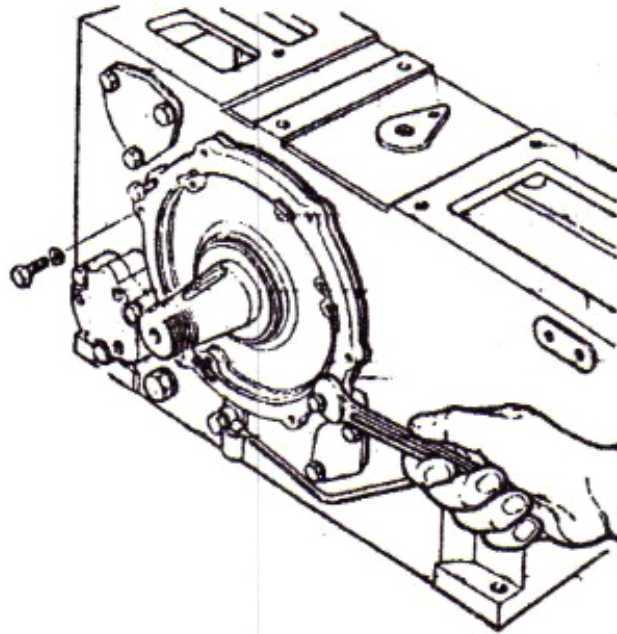

Figura 12. Extraiga el conjunto de cojinetes.
d. desconecte el caño de aceite lubricante, afloje los seis (6) bulones M8 de la tapa principal del conjunto de cojinetes. Extraiga atornillando de manera pareja y alternadamente dos bulones. Tenga cuidado y evite que el cigüeñal se salga junto con el conjunto de cojinetes y caiga afuera, ver figura 12.